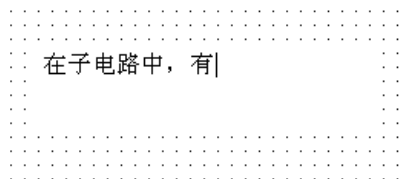

图 1-33 Description Box
1) 写入。执行 Place 菜单中的 Place Text Description Box 命令，打开如图 1-33 所示的输入框，在其中可以如同使用一般文字编辑软件那样输入需要说明的文字（中英文均可），完成后单击 OK 按钮。如需打印，则单击 Print 按钮。
2) 查阅。执行 View 菜单中的 Show Text Description Box 命令，即可得到与图 1-33 所示相同的输入框，从中还可查阅所输入的相关消息。